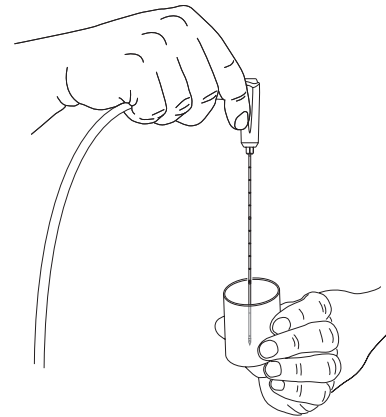

Figure 4-8 : Extrémité de la sonde placée dans un flacon d'eau stérile.
2. Placer l'extrémité de la sonde dans un flacon transparent contenant de l'eau stérile. Voir Figure 4-8.